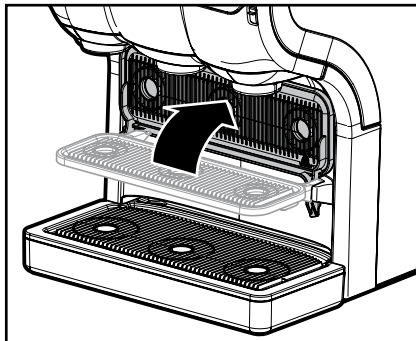

Fig. 11
- Basculez le porte-tasses vers le haut pour avoir suffisamment de place en hauteur pour une verseuse. (Fig. 11)